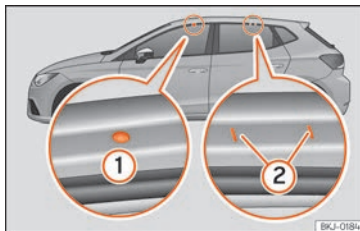

Fig. 116 Pontos de fixação das barras longitudinais para a bagageira do tejadilho.
Os pontos de fixação dianteiros e traseiros ① e ② só se podem ver com as portas abertas »» Fig. 116.